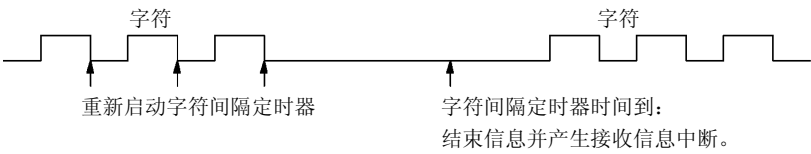

图 6-11 使用字符间隔定时器来结束接收指令
2. **字符间隔定时器：**字符间隔时间是指从一个字符的结尾（停止位）到下一个字符的结尾（停止位）之间的时间。如果两个字符之间的时间间隔（包括第二个字符）超过了 SMW92 或者 SMW192 中指定的毫秒数，接收信息功能结束。接收到字符后，字符间隔定时器重新启动，见图 6-11。